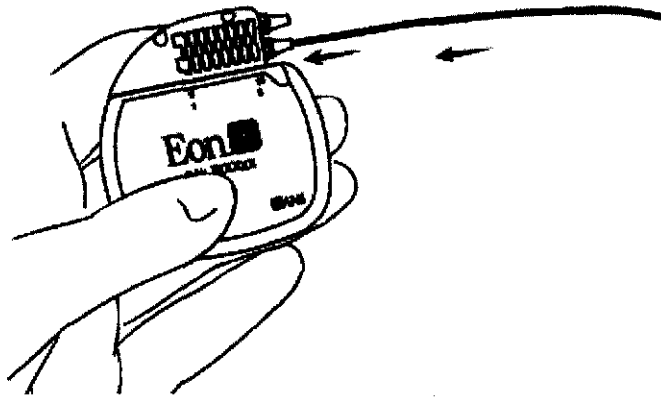

FIGURA 30
2. Deslice con cuidado la derivación dentro del GII o el conjunto del conector del alargador. Introduzca la derivación hasta que todas las bandas de contactos queden totalmente en el interior del conector y ocultas a la vista (Figura 30).